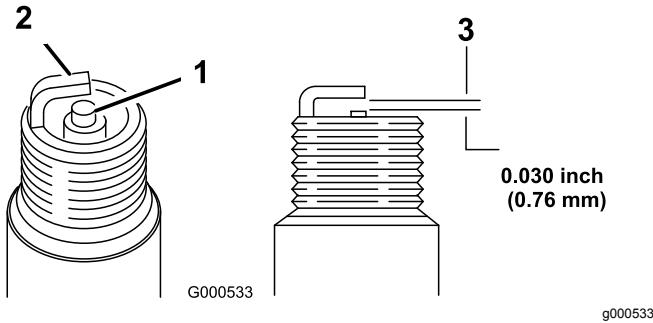

Рисунок 27
5. Установите в свече зазор, равный 0,76 мм, как показано на Рисунок 27.